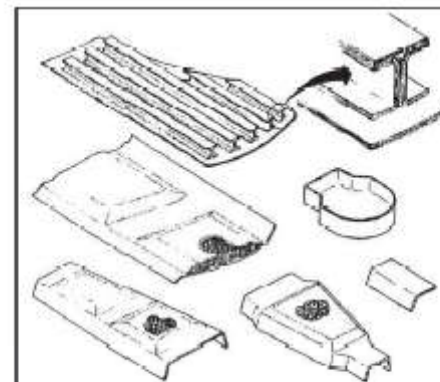

Figura 4.11.2 – PARTICOLARI TIPICI POLIMERIZZATI
- Calcolare il coefficiente di dilatazione termica secondo tabella inclusa nel 44E. (Figura 4.11.2)